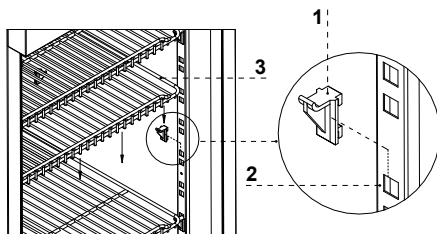

Рис.5 Поддон для конденсата (вид сзади оборудования)
- Подложить поддон Рис.5 (стр.41) или контейнер для конденсата Рис.6 (стр.41) под шланг спуска воды. Шкафы тип: „Ewa” и „Jola” на основании агрегата имеют слишком мало места, чтобы там поместился контейнер для конденсата, в связи с чем следует вдвинуть поддон непосредственно под шкаф, помещая его на полу сзади устройства. В случае появления проблем с вложением поддона под шкаф следует поднять его на ножках.
Если оборудование не оснащено автоматическим испарением конденсата следует удалять конденсат из поддона Рис.5 (стр.41) или контейнера для конденсата Рис.6 (стр.41) по мере его наполнения. Количество (частота) удаления конденсата зависит от условий эксплуатации (от влажности воздуха, частоты открывания дверки).